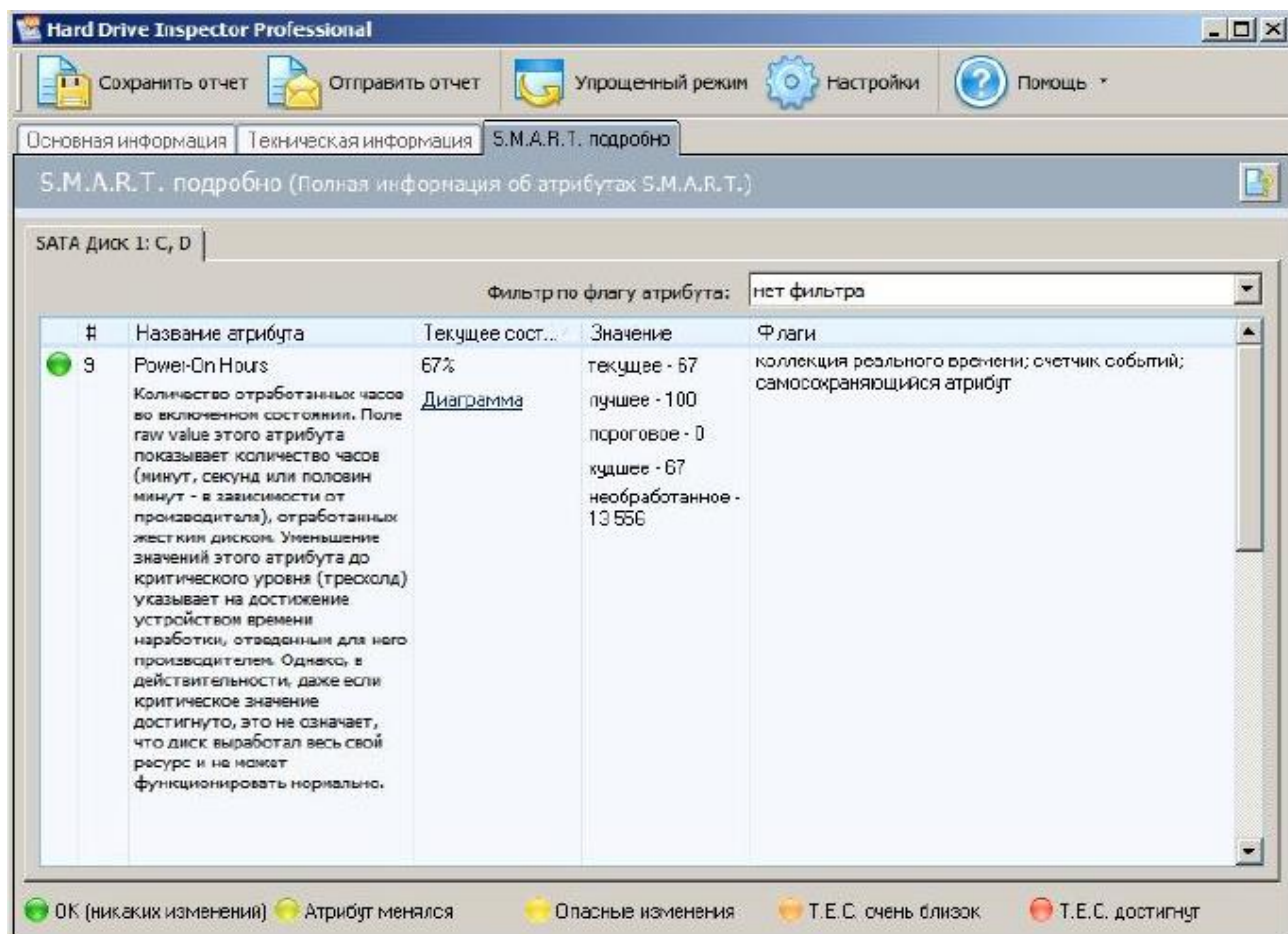

Рисунок 3 – Количество отработанных часов во включенном состоянии
1.1.3 Нажмите на «наиболее худшее» показание вашего жесткого диска (рис. 3).